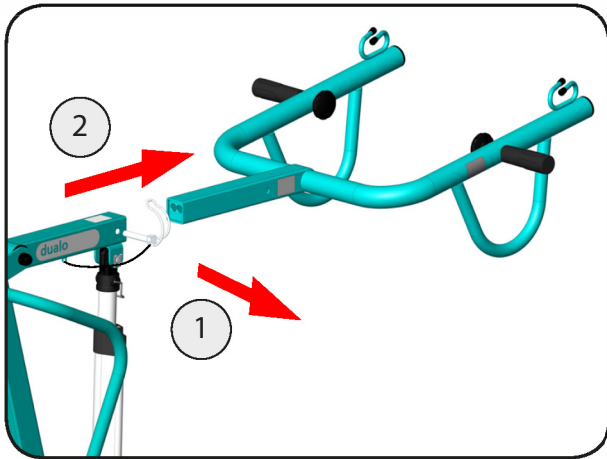

Abbildung 57
1. Entfernen Sie den Rohrklappstecker aus der Hebearmaufnahme (Abbildung 57).
2. Ziehen Sie den Hebearm aktiv aus der Hebearmaufnahme heraus und legen Sie ihn beiseite (Abbildung 57).